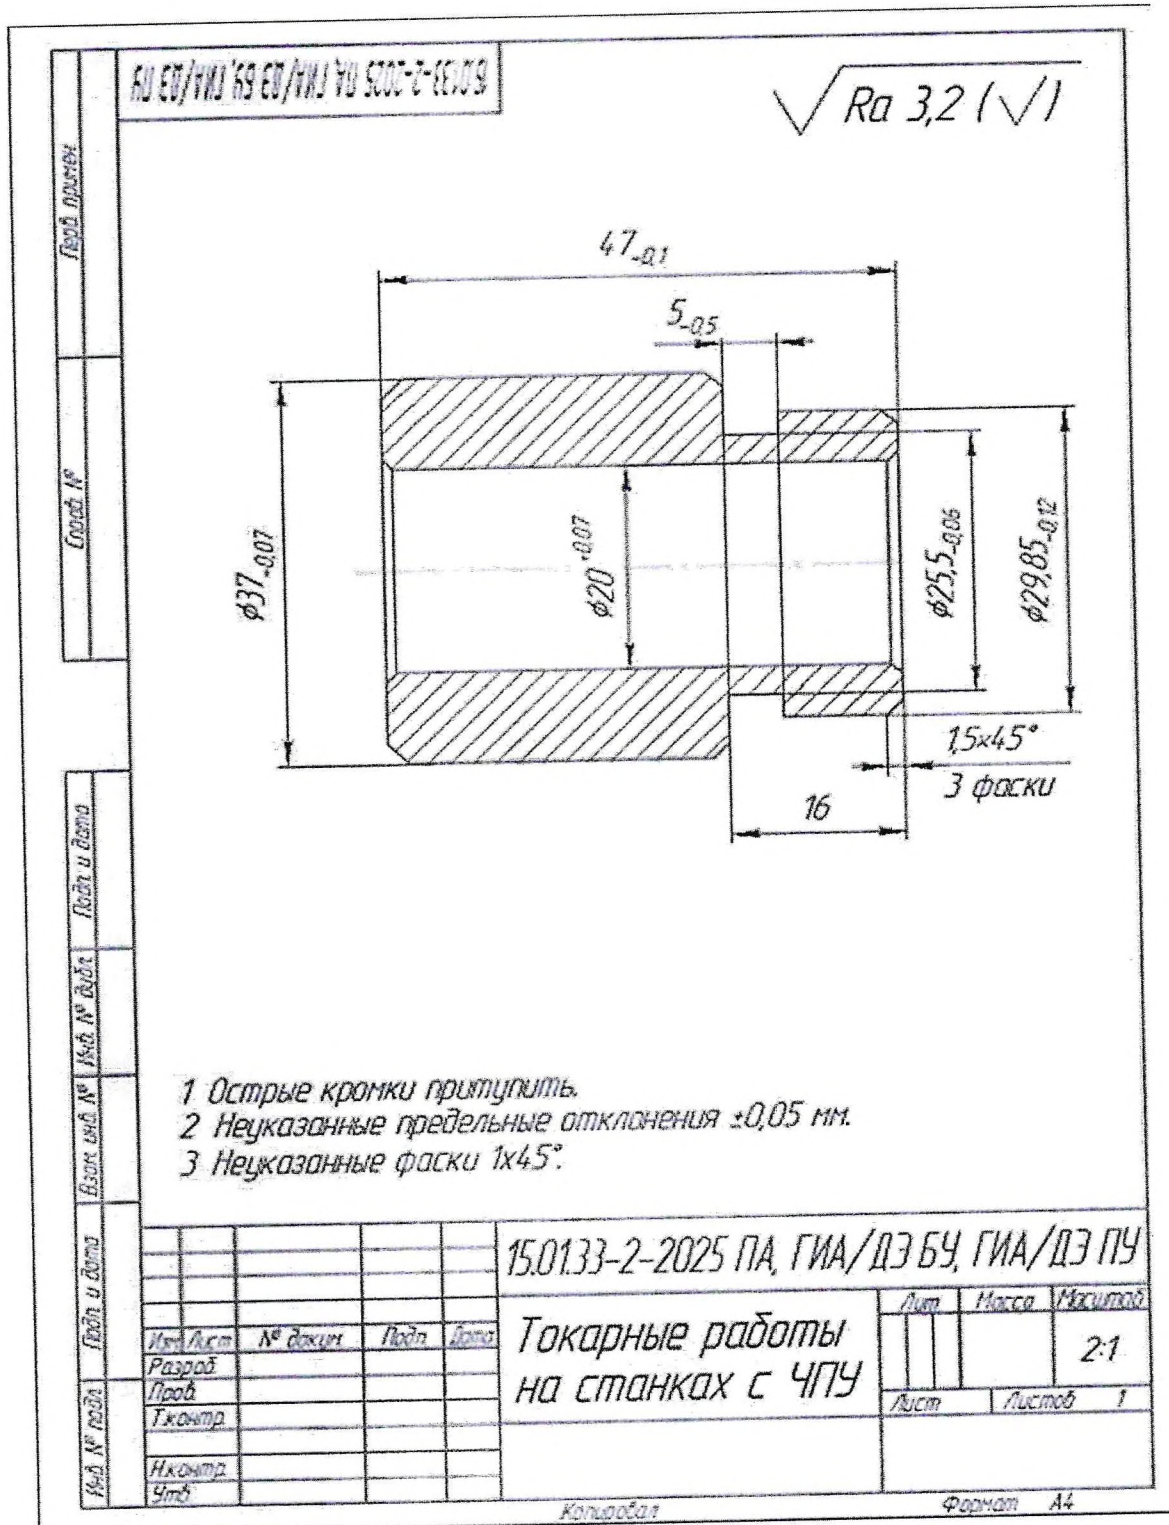

Рисунок 1 - Чертеж детали Модуль 1
3. Произвести обработку детали в соответствии с технологическим процессом на токарном станке с соблюдением требований к качеству, согласно требованиям чертежа (Рисунок 1)